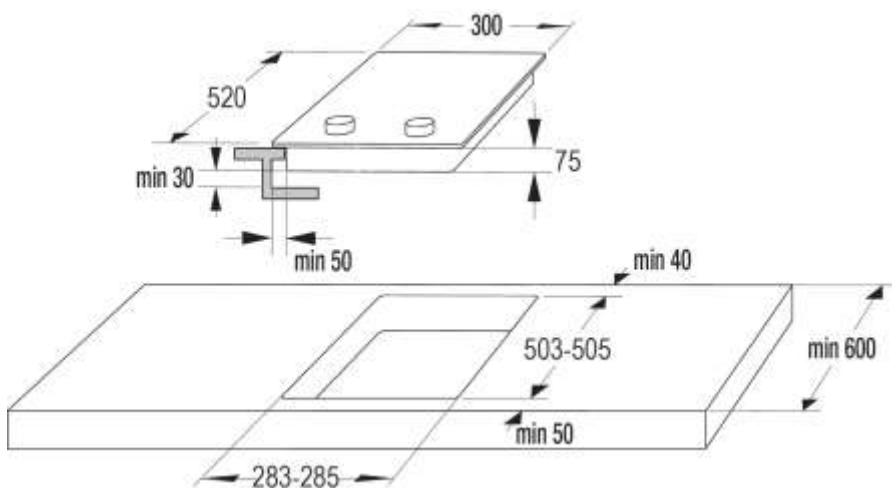

Рис. 1. Подготовка столешницы к монтажу.
3) Для монтажа варочной панели необходимо подготовить столешницу (Рис. 1).
- Отверстие в столешнице выполнить согласно размерам, указанным на Рис. 1.